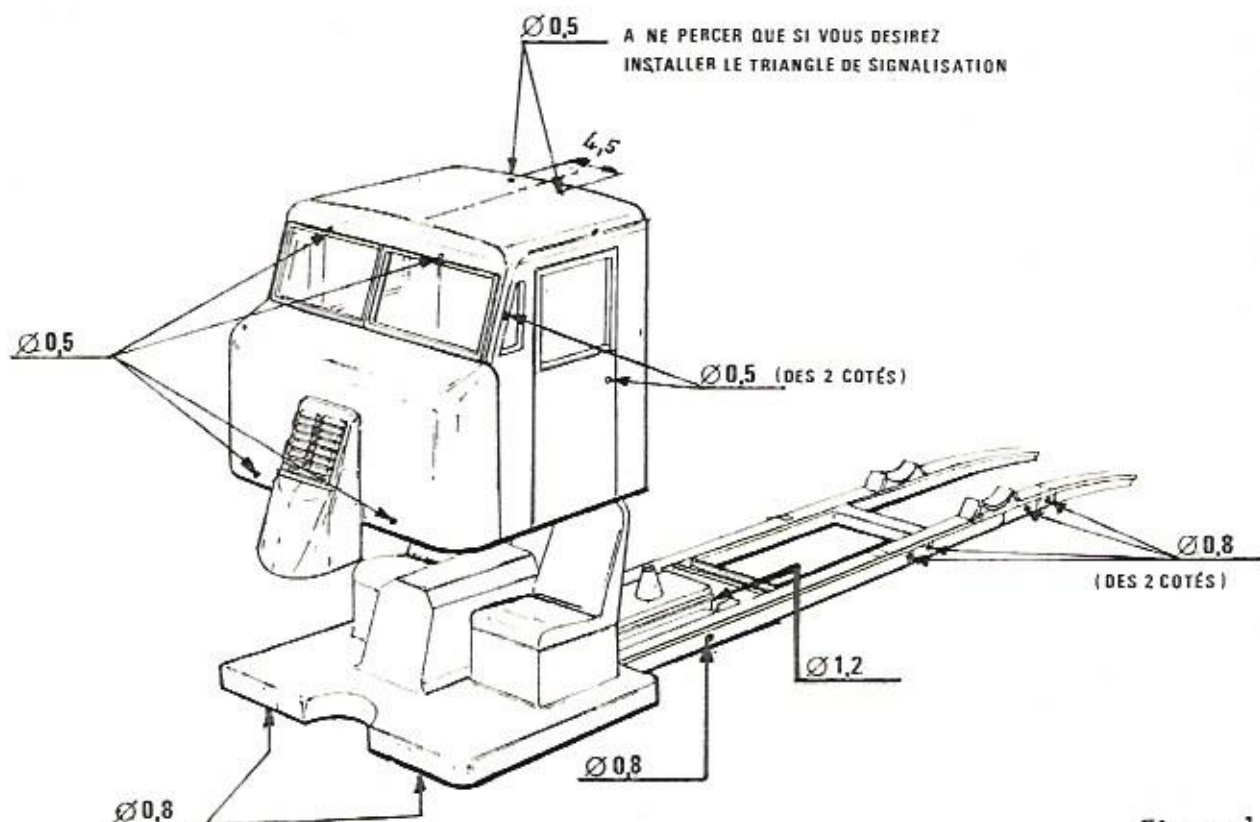

Figure 1
- ôter l'entretoise de forme triangulaire entre les longerons du châssis vers l'arrière (2)
- percer les trous de positionnement des pièces suivant la figure 1